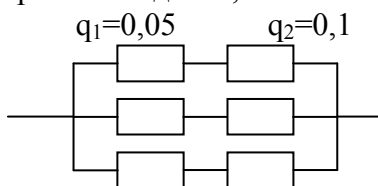

Рис. 4. Схема надежности.
**Задача 3.** Схема расчета надежности приведена на рис. 4. Необходимо найти вероятность безотказной работы изделия, если известны вероятности отказов элементов.